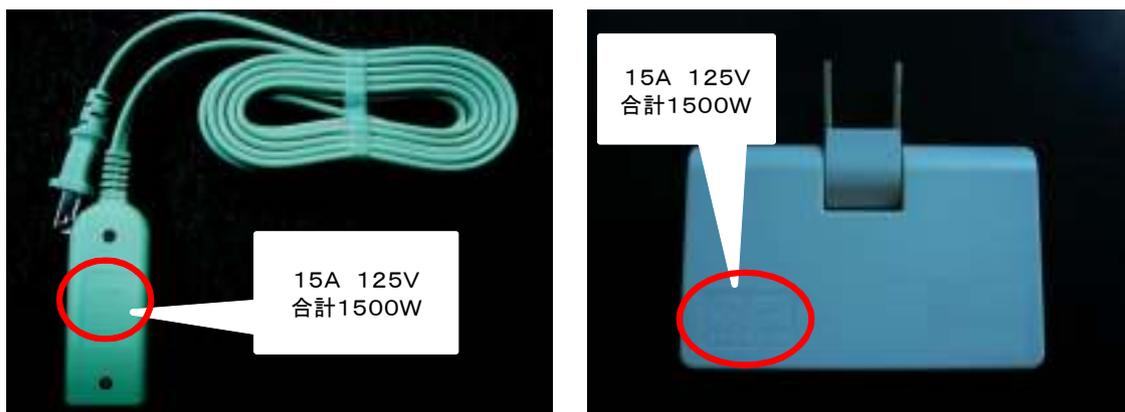

図5 定格消費電力の表示例
- ②コードを動かすにつないでいる製品の電源が入ったり、消えたりする、または、部分的にコード自体が熱い等の不具合がある場合は使用しないでください。断線しているおそれがあります。
(2) プラグ
- ①プラグはコンセントやテーブルタップにしっかり差し込んで使用してください。
- ②プラグを抜くときはコードを引張らず、必ずプラグ本体を持ってください。
- ③プラグとコンセントやテーブルタップの間に溜まったほこりや汚れは取り除いて使用してください。
(3) コンセント、テーブルタップ
- ①水、洗剤、殺虫剤、調味料などがかかったら使用をやめてください。水分によってショートしたり、洗剤・殺虫剤等の成分によっては被覆が劣化したりするおそれがあります。
- ②テーブルタップに家電製品を接続する際は表示された定格消費電力を超えて使用しないでください。図5に示すような定格消費電力の表示が、本体裏面や側面に必ず記載されておりますので、接続する家電製品の消費電力の合計と必ずご確認ください。
- ③定格消費電力の限度内であっても、オイルヒーターなどの暖房器具やエアコンなどでテーブルタップの使用を禁止している製品がありますので、接続される製品の取扱説明書をご確認ください。